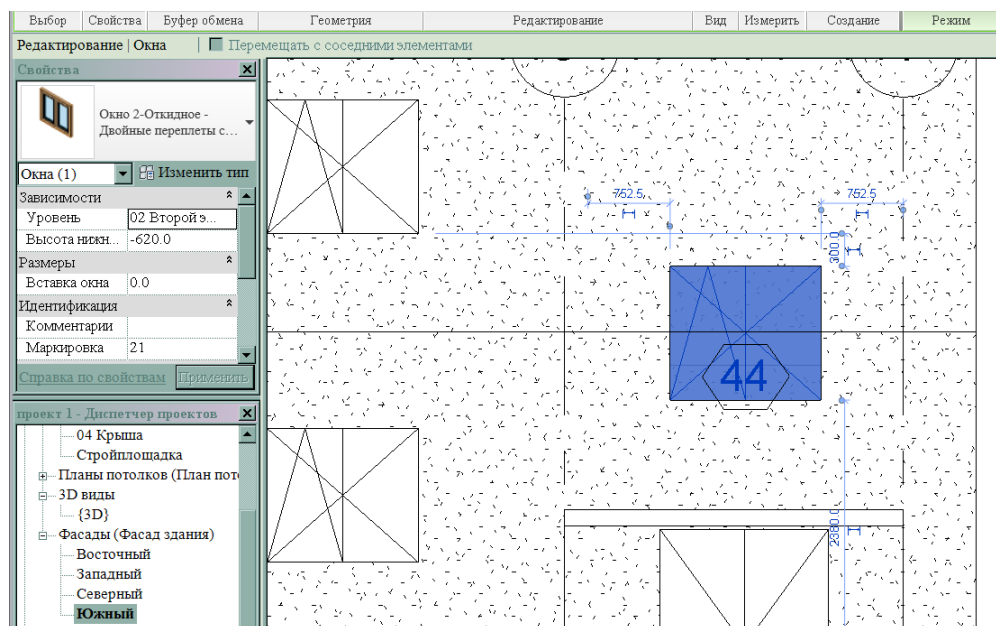

Рис.82
4. На панели **Свойства** в строке **Уровень** установить **Второй этаж**, а в строке **Высота нижнего бруса** вводим **-620** мм (окно находится на высоте $H=3000-620=2280$ мм) (рис. 82).